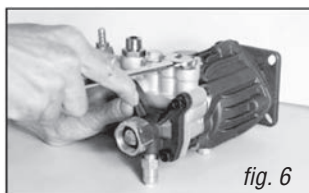

fig. 6
2. Tenez la pompe solidement. Ouvrez le capuchon du clapet au moyen d'une clé à fourche de taille 14 (fig. 6).